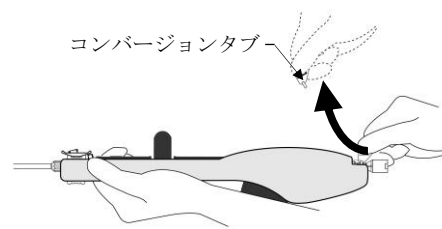

図 5
- 1) ハンドル後部から白いコンバージョンタブを外す（図 5）。